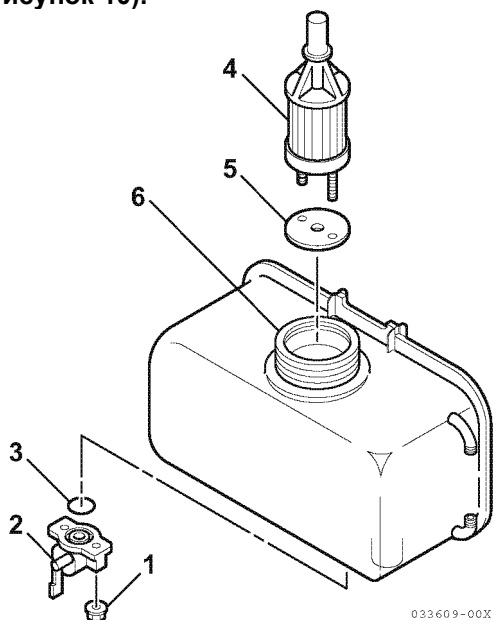

Рисунок 10
4. Ослабить гайки топливного крана (позиция 1, Рисунок 10) на любой стороне топливного крана (позиция 2, Рисунок 10).
5. Снять и выбросить уплотнительное кольцо (позиция 3, Рисунок 10).
6. Вытянуть выходной топливный фильтр (позиция 4, Рисунок 10) и прокладку (позиция 5, Рисунок 10) из заливной горловины топливного бака (позиция 6, Рисунок 10).
7. Установить новый выходной топливный фильтр (позиция 4, Рисунок 10) и прокладку (позиция 5, Рисунок 10) через заливную горловину топливного бака (позиция 6, Рисунок 10) и расположить на в топливном баке.
8. Установить новое уплотнительное кольцо (позиция 3, Рисунок 10) на топливный кран (позиция 2, Рисунок 10) и закрепить узел на топливном баке, используя гайки топливного крана (позиция 1, Рисунок 10).